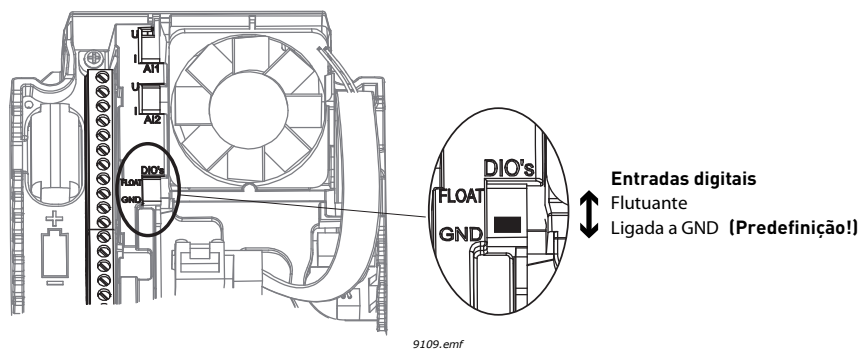

Figura 13.
*) As entradas digitais podem ser isoladas da terra por um interruptor DIP, veja a Figura 13 abaixo.